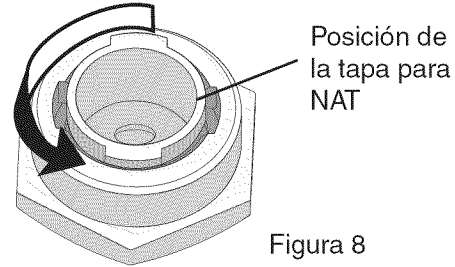

Figura 8
2. Gire el tapón 90° grados en cualquier dirección para alinear las lengüetas en el tapón con los agujeros en la tapa (figura 8).